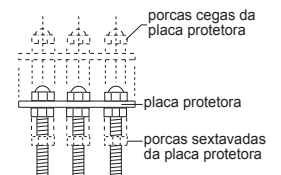

Fig. 14
- A. Remova as porcas cegas, a placa protetora, suas porcas sextavadas e o ilhó do cabo do sensor (fig. 14).